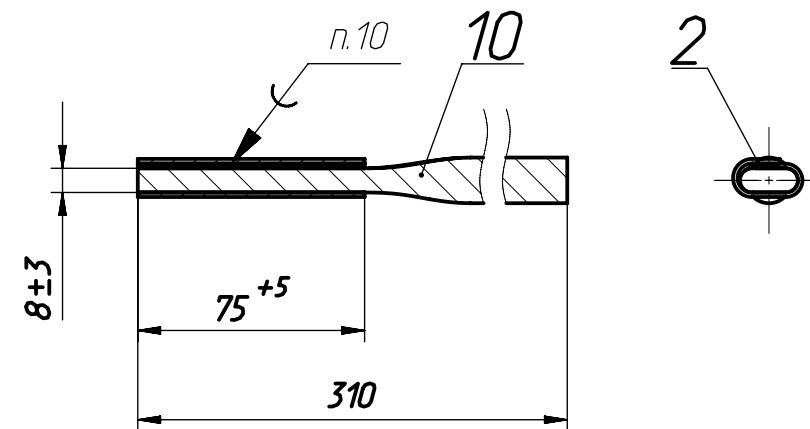

Рис. 1 (1:10)
- Перед началом намотки и после намотки последнего слоя, край ленты поз.6 разрезать на полосы длиной 800 мм, шириной 60 мм и сформировать вывод из десяти слоев ленты (см. рис. 1).
- Выводы до пропитки изолировать на длине 60 мм лентой поз.9 в 1 слой, лентой поз.8 в 4 слоя и бандажировать лентой поз.9 в 2 слоя. Ленты накладывать с перекрытием 1/2 ширины (см. рис.1).